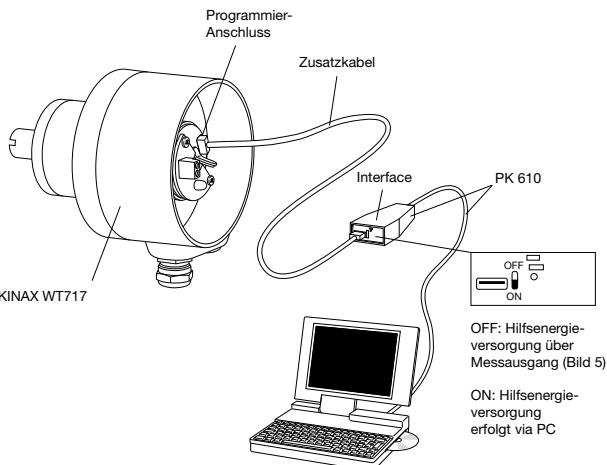
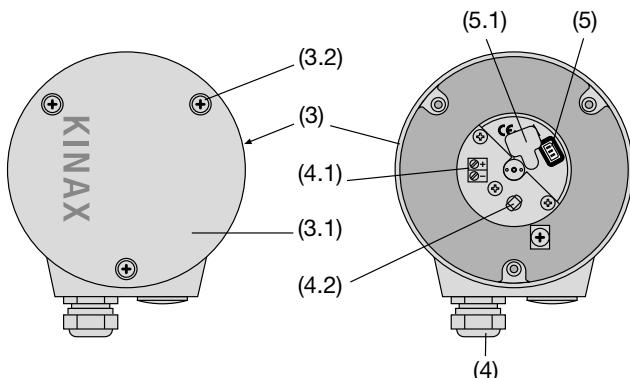

Bild 3
Bild 4. Rückteil (3) mit Klemmen (4.1) und Stopfbuchse (4).
1. Deckel (3.1 in Bild 4) entfernen. Durch Abziehen des Gummiverschlusses (5.1) wird der Programmieranschluss (5) zugänglich (siehe Abschnitt "8.1 Leitungen anschliessen"). KINAX WT 717 nach Bild 3 mit der Programmereinrichtung verbinden. Konfigurations-Software 2W2 starten. Gerät – wenn nötig – mit den gewünschten Messbereichsdaten konfigurieren.
Sodann die Leitungsenden auf passende Länge abisolieren und nach Bild 4 an den Klemmen (4.1) anschliessen.
1. Messumformer in Betrieb nehmen und gemäss Bild 3 an Programmiereinrichtung anschliessen (Schalter AUX am PK 610 auf OFF).